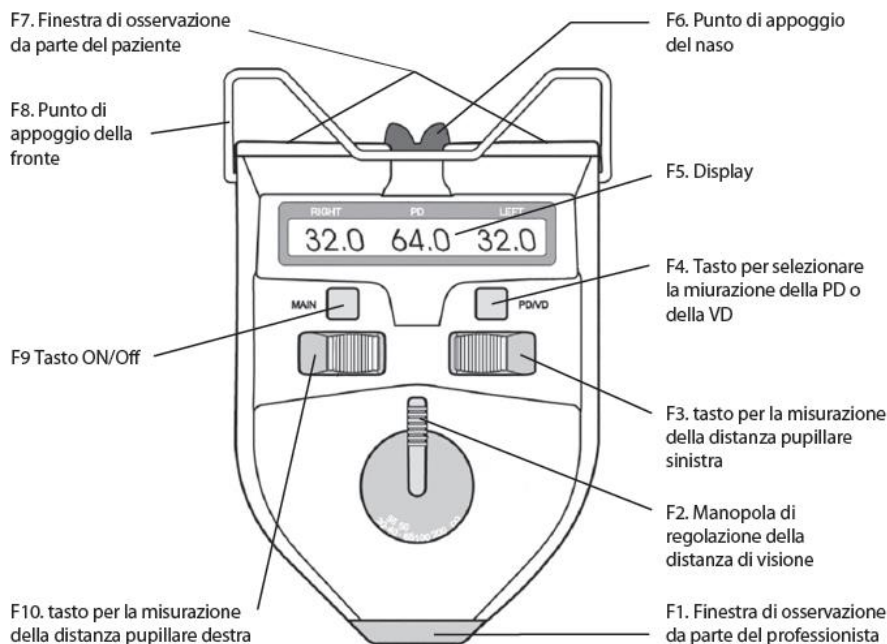

Fig.1
Principio di funzionamento: il pupillometro sfrutta il principio di formazione dell'immagine della lente ottica. Attraverso l'oculare di osservazione, l'esaminatore osserva il punto luminoso di riflessione sulla pupilla del soggetto esaminato (Fig.1) mentre sposta i tasti di misurazione sinistro e destro. Questi tasti dovranno coincidere con i punti luminosi di riflessione della papilla destra e sinistra in modo che i dati visualizzati sul display rappresentano la distanza interpupillare misurata.
e. Per misurare la distanza pupillare a diverse distanze ottiche, ruotare la manopola della distanza ottica (come mostrato in Fig.1 NO.2) sulle distanze ottiche desiderate e quindi effettuare la misurazione. Questo dispositivo imposta diversi valori di distanza ottica, quali 30 cm, 35 cm, 40 cm, 50 cm, 65 cm, 1 m, 2 m e ∞ .